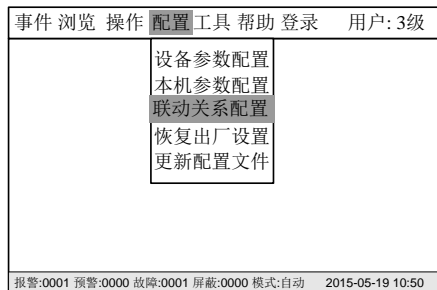

图 20-2
2. 按“→”键选择“配置”子菜单（图 20-2），然后按“↓”键选择“联动关系配置”，然后按“OK”键。